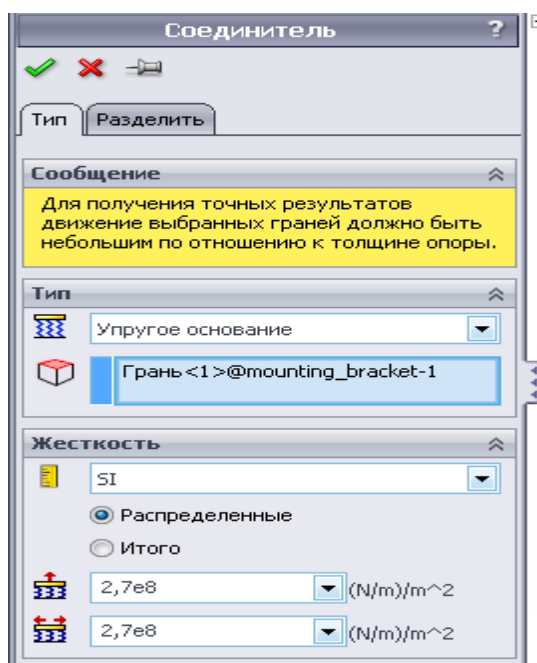

Рисунок 5.11 – Окно PropertyManager
- В PropertyManager (Менеджере свойств), в окне Тип, выберите нижнюю грань (рис. 5.11) mounting_bracket для Грани для упругого основания.
- В окне Жесткость (рис. 5.11): выберите SI в меню Единицы измерения и выберите Распределенные.